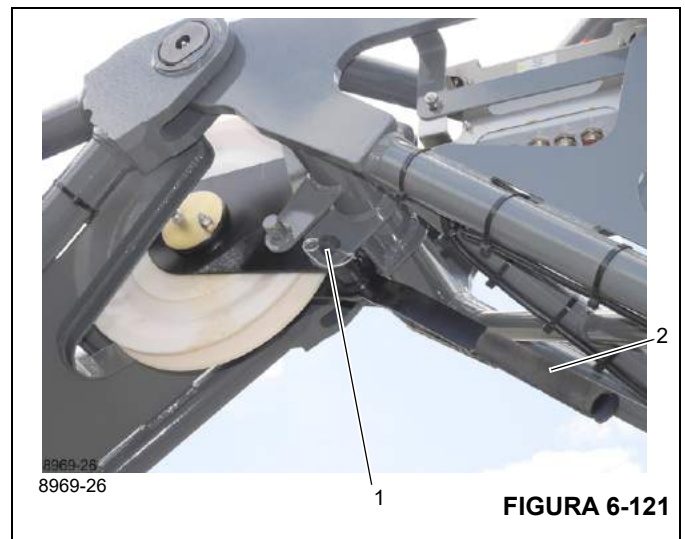

FIGURA 6-121
1. Retire la pinza de retención del pasador (1), (Figura 6-121).
2. Sujete la polea deflectora por la manija (2), (Figura 6-121), y quite los pasadores (1), (Figura 6-121).